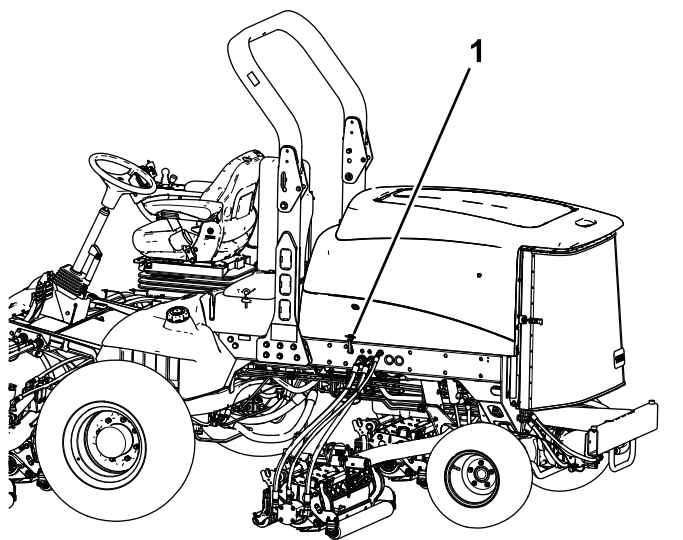

Figura 80
1. Rilasciate i fermi (Figura 80) e il perno del cofano e apritelo.